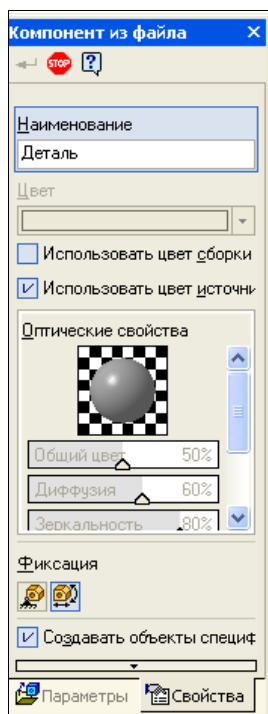

Рис. 21.7. Панель свойств: Компонент из файла с открытой вкладкой **Свойства**
- ◆ откройте на Панели свойств: Компонент из файла вкладку **Свойства** (рис. 21.7). На этой вкладке можно выполнить следующие настройки: